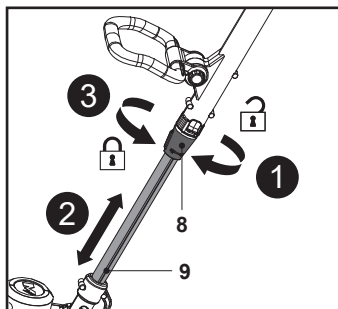

Fig. 7
1. Desaperte a manga de bloqueio (8) para a direita (Fig. 7, passo 1).
2. Puxe a haste inferior (9) para fora ou empurre-a para ajustar ao comprimento pretendido (Fig. 7, passo 2).
3. Aperte a manga de bloqueio (8) para a esquerda (Fig. 7, passo 3).